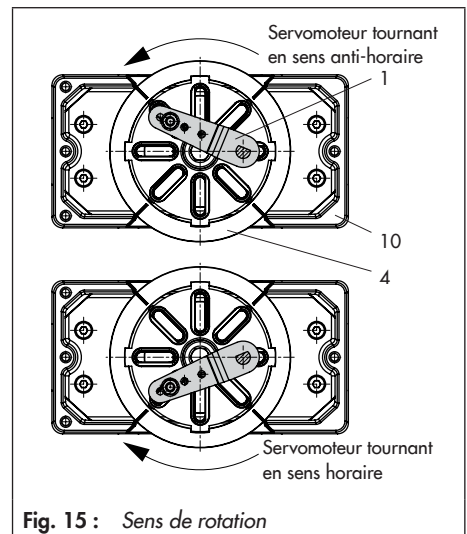

Fig. 15 : Sens de rotation
8. Visser le positionneur sur la plaque d'adaptation (12).
9. Placer le positionneur avec la plaque d'adaptation sur le corps (10) et visser fermement. Aligner le levier (1) de sorte que son palpeur s'insère dans la fente correspondante en tenant compte du sens d'action du servomoteur (Fig. 15).